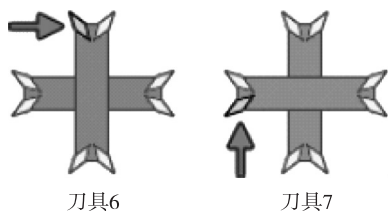

图 8-7 选择切削侧
- 6) 修改#6 刀具和#7 刀具所属刀塔、切削侧。确认用户选择的插入面设定，如图 8-7 所示。